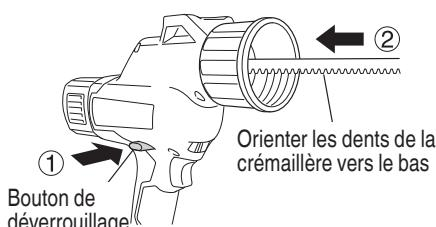

Fig. 13
- (1) Fixez le piston correspondant au produit d'étanchéité à utiliser en le vissant dans la crémaillière.
(2) Tout en appuyant sur le bouton de déverrouillage pour libérer le verrou, insérez la crémaillère par le côté avant du corps principal. Insérez-la de manière à ce que ses dents soient tournées vers le bas. (Fig. 13)